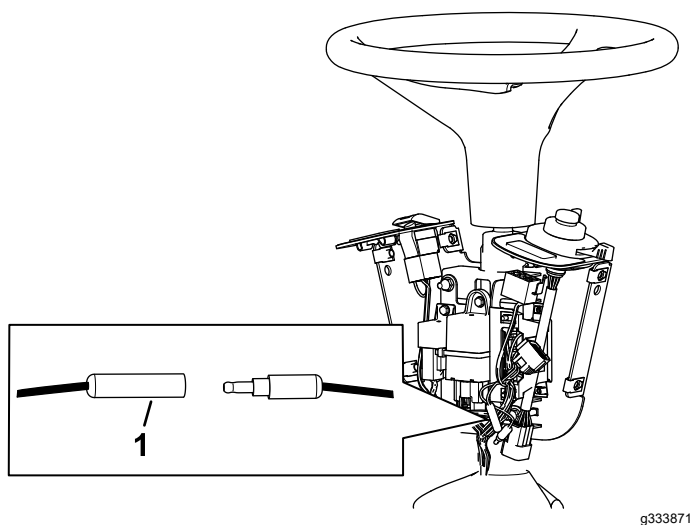

Bild 10
11. Schließen Sie die Rundstecker noch nicht an, wie in **Bild 10** dargestellt.